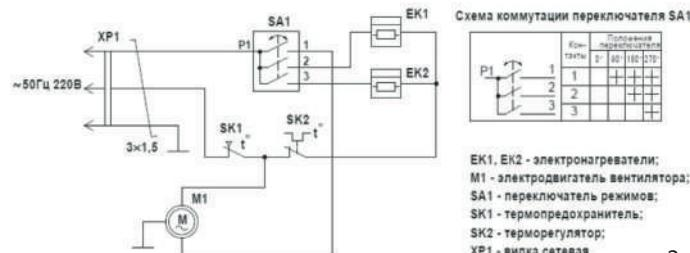

рис.2
4.3 Электрическая схема тепловентилятора приведена на рис.2